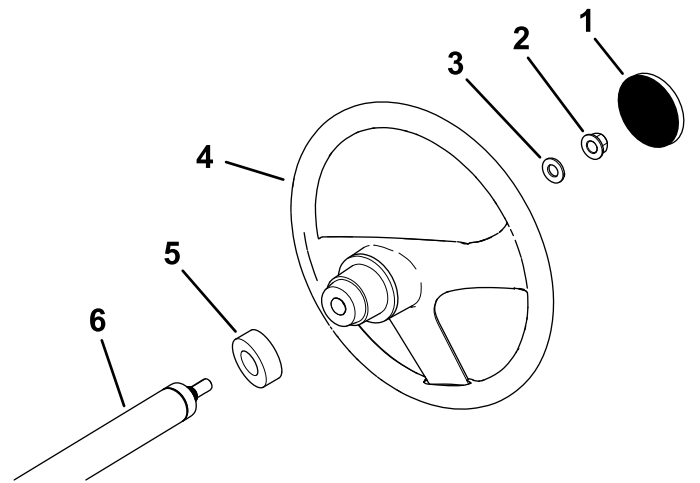

图 3
1. 如果方向盘轮毂安装了护罩将其卸掉图 3。
2. 从转向轴上卸下锁紧螺母图 3。
3. 将方向盘、防尘罩和垫圈½ 英寸滑入转向轴图 3。
5. 将护罩安装到方向盘上图 3。